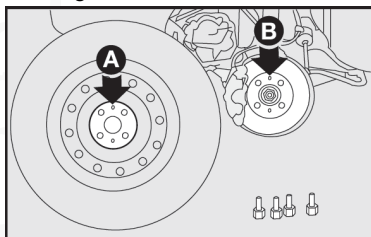

fig. 7
- 6) Monte la rueda de refacción, de manera que los tornillos B-fig. 7 coincidan con los orificios A-fig. 7.